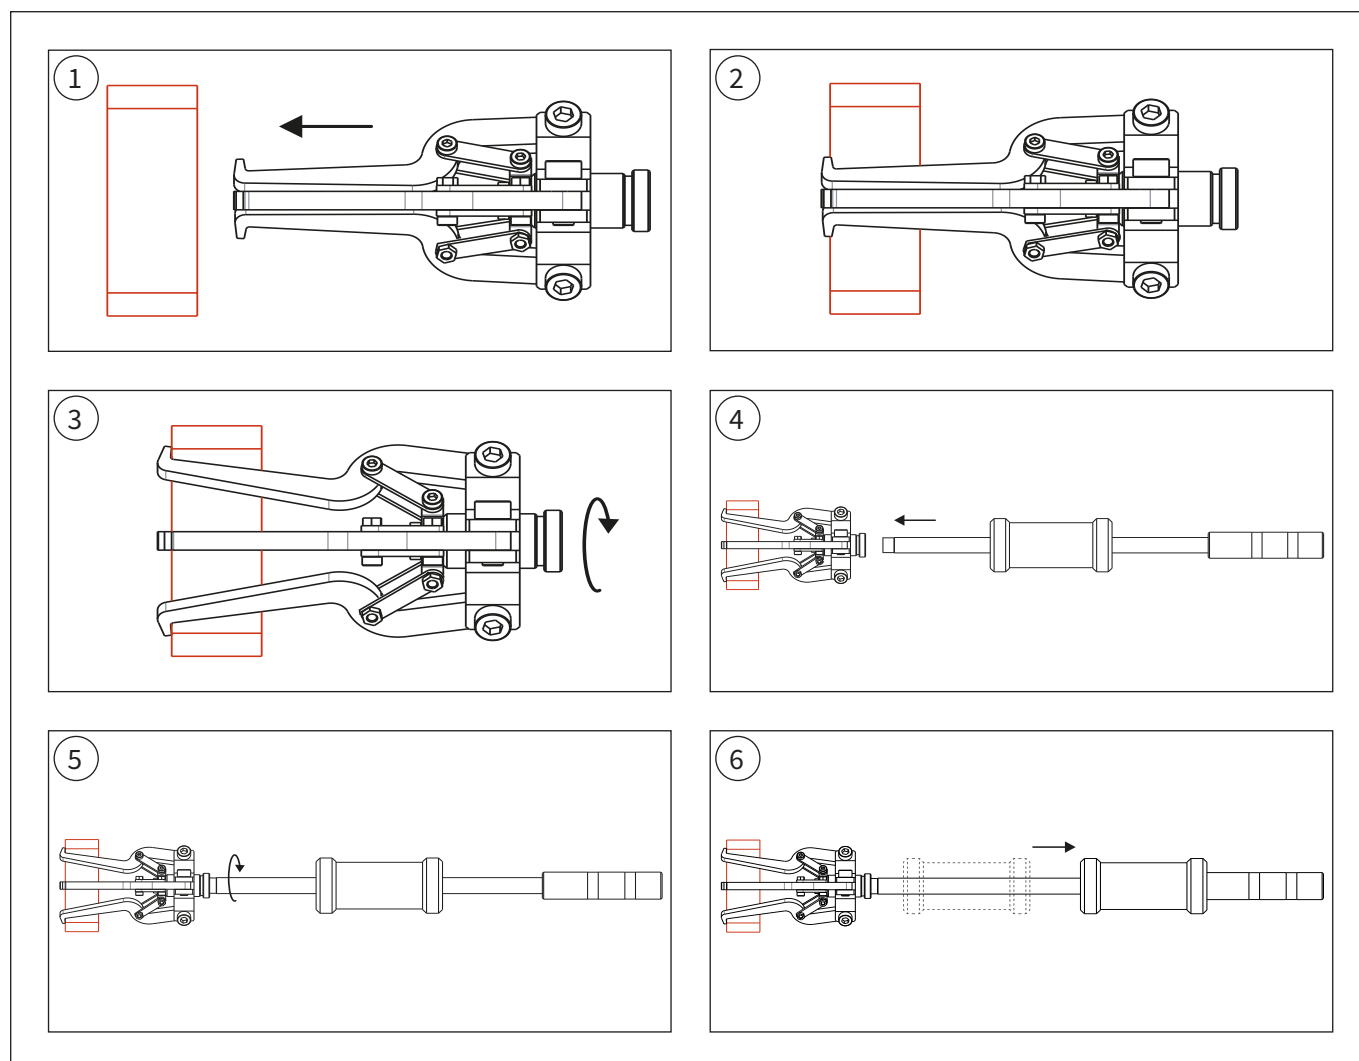

図5: プーラーの操作手順。内部部品の引き出し。
1. プーラーを作業片の内部に置きます。以下の手順では、図5の1～6を参照してください。
4. 内部部品セクションの手順の手順4、5、6に進み、外部部品を引き出します。図5を参照してください。